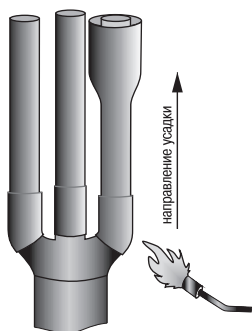

Рисунок 9
4.25 На жилы кабеля надеть вторые термоусаживаемые трубки (красного цвета), наложив концы трубок, на внутренней поверхности которых нанесён клей, на пальцы перчатки до упора в основание перчатки, и усадить, начиная с основания пальцев. После усадки по торцам трубок, надетых на пальцы перчаток, должен быть виден выступивший клей-расплав (рисунок 9).